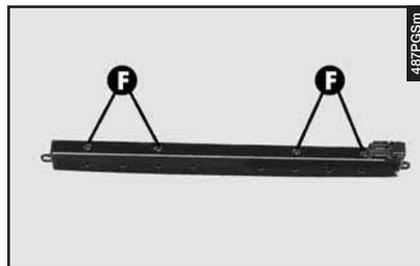

fig. 66
– Svitare le quattro viti (F-fig. 66) che fissano il trasparente.
– Rimontare il trasparente bloccandolo con le viti (F-fig. 66).